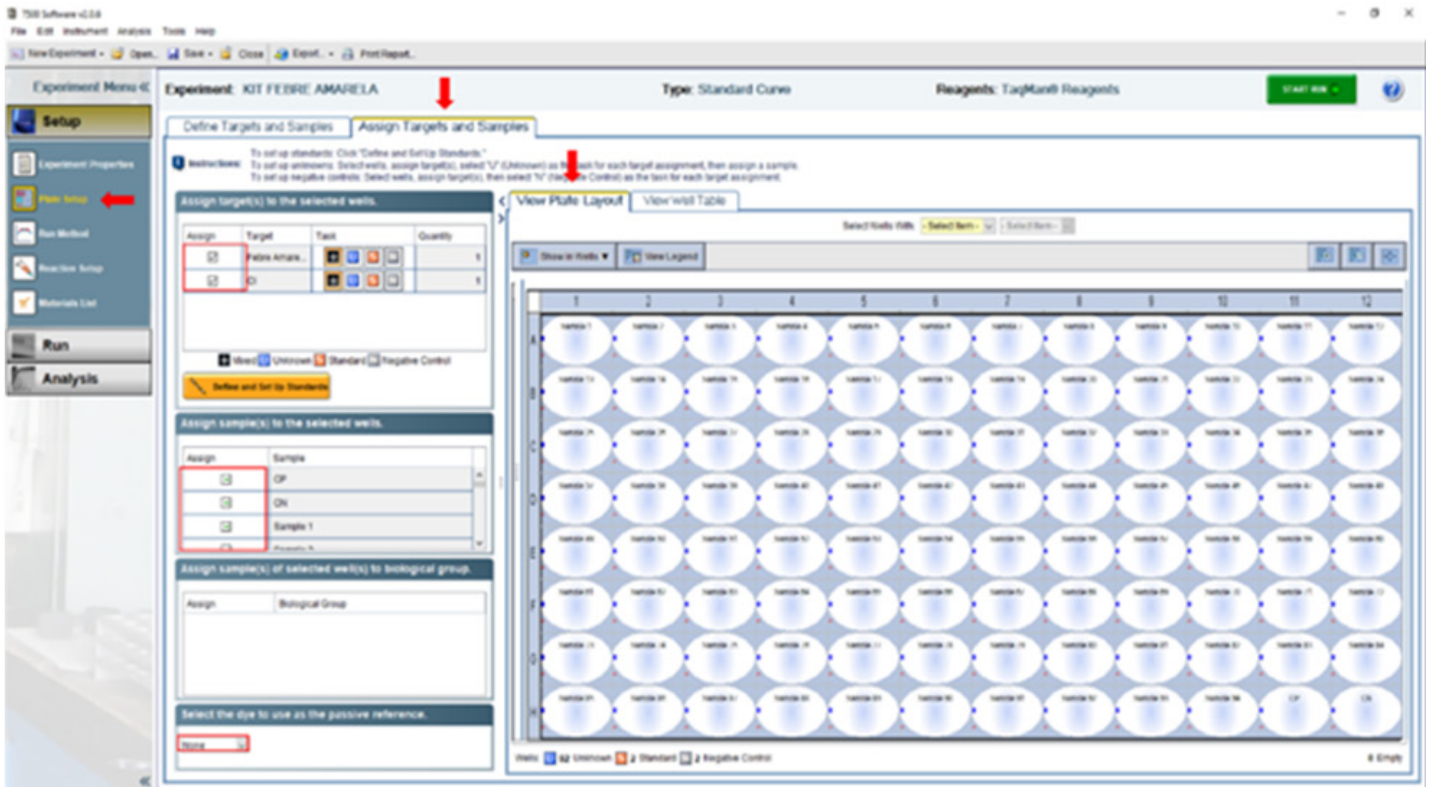

Figura 05: Configuração da aba Assign Targets and Samples.
- Selecionar cada poço da placa e atribuir a amostra que corresponde àquele poço na seção Assign sample(s) to the selected wells, conforme exemplo apresentado na Figura 05;